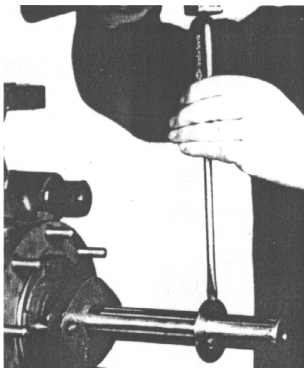

Fig. 7
- Extrair o Anel Centrifugador. Para isso, introduzir a ponta de uma chave de fenda no rasgo do Anel, fazendo com que este aumente seu diâmetro interno e seja facilmente extraído do eixo. (Vide fig. 7)